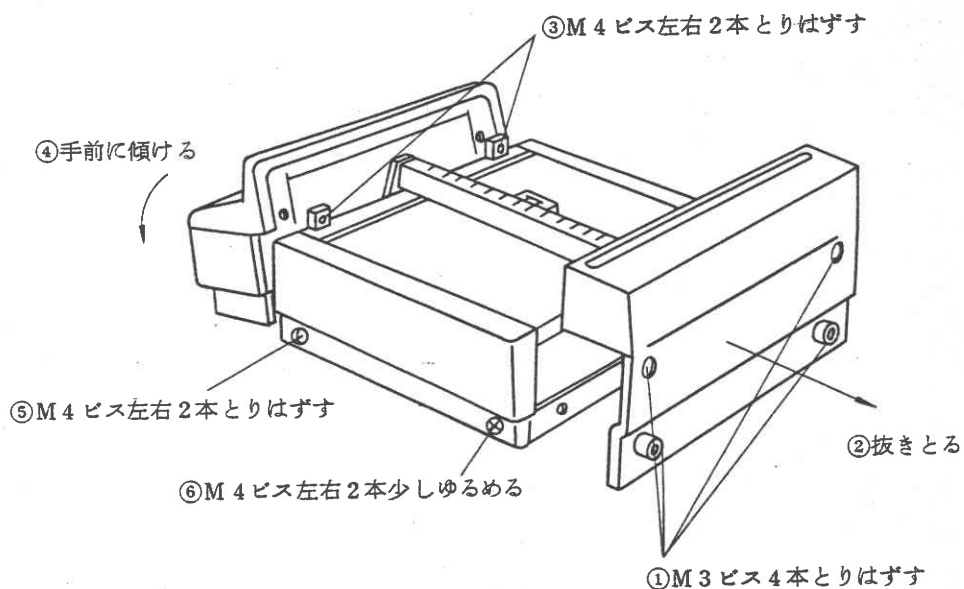

図 1
1. 19ページ図1の③M4ビス左右2本をとりはずして入力部を前方に開きます。
1. 図1⑥番目のビス2本は少しゆるめるだけにしてとりはずさないでください。